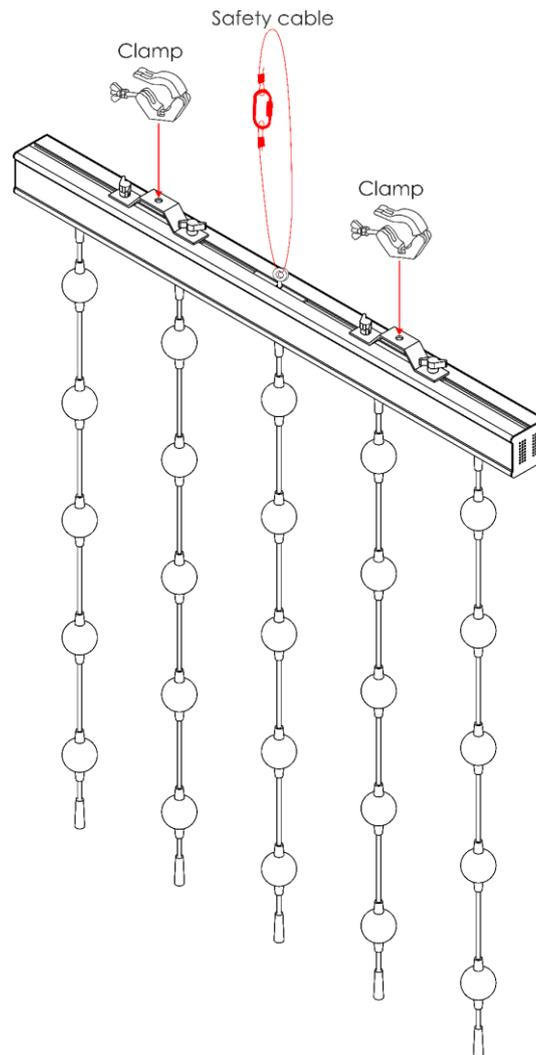

Fig. 04
- 03) Fissare il dispositivo con una sospensione secondaria, ad esempio un cavo di sicurezza. Accertarsi che la sospensione secondaria sia in grado di sostenere 10 volte il peso del dispositivo. Ove possibile, la sospensione secondaria dovrebbe essere fissata a una struttura di supporto indipendente dalla sospensione primaria. Far passare il cavo di sicurezza nell'**occhiello di sicurezza (10)**, come indicato nella Fig. 04.